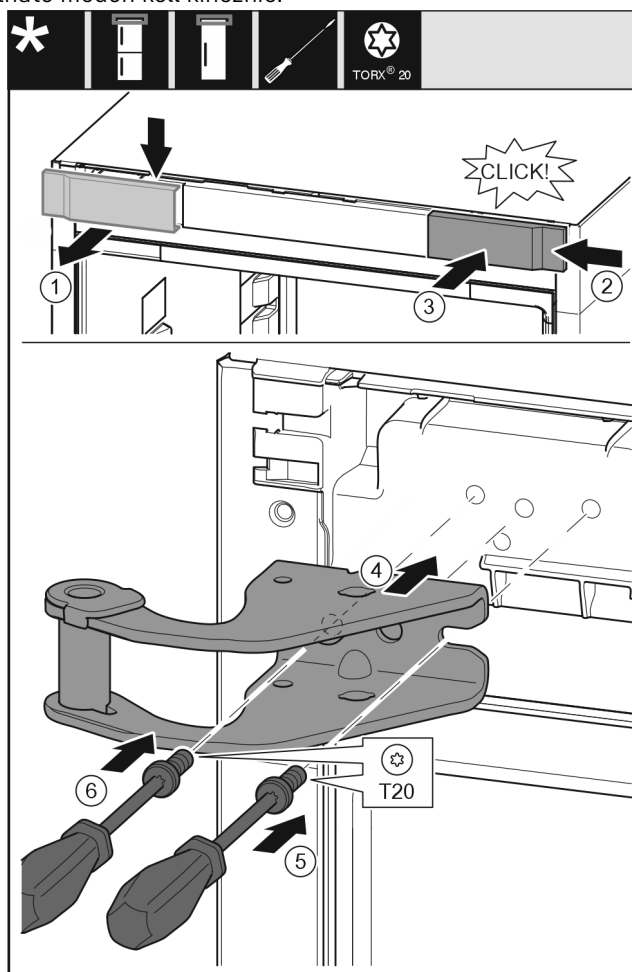

Fig. 31
- ▶ Vegye ki felülről az alsó fedelet előrefelé. Fig. 31 (1)
- ▶ Akassza be a fedelet 180°-kal elfordítva a másik oldalra jobbról. Fig. 31 (2)
- ▶ Pattintsa be a fedelet. Fig. 31 (3)
- ▶ Helyezze fel a felső csapógybakot. Fig. 31 (4)
- ▶ Helyezze fel és húzza meg a csavart a T20 csavarhúzóval. Fig. 31 (5)
- ▶ Helyezze be és húzza meg a csavart a T20 csavarhúzóval. Fig. 31 (6)